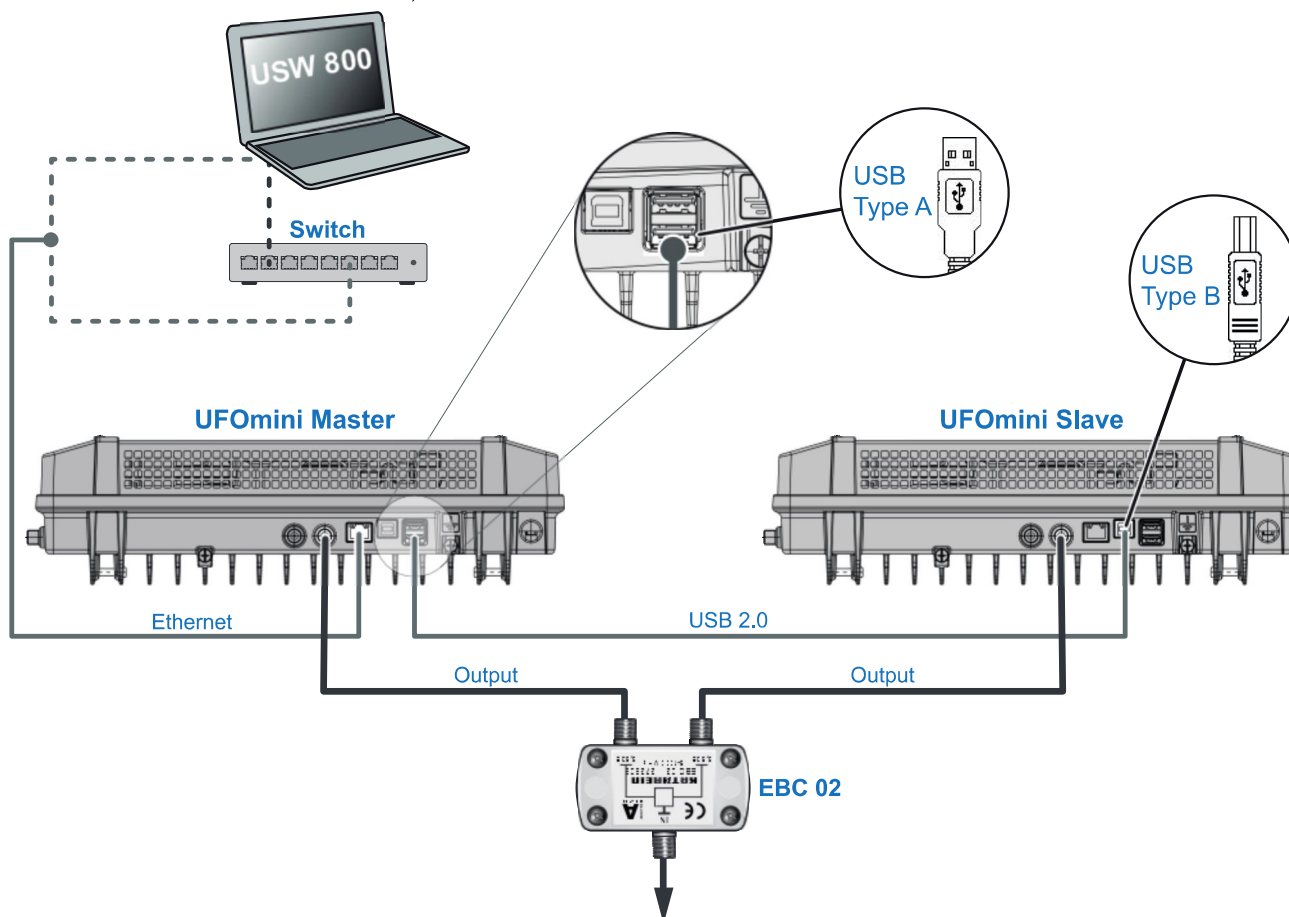

Abb. 4: Verkabelung
- Schließen Sie den Computer mit einem Ethernet-Kabel1) an die RJ45-Buchse an, bei Bedarf über einen Switch oder Router; siehe Abb. 4, S. 5. Die Kopfstelle arbeitet nun als *Master*.
- Falls eine zweite Kopfstelle vorhanden ist: Schließen Sie die zweite Kopfstelle mit einem USB 2.0-Kabel an die erste Kopfstelle an (Abb. 4). Dabei gilt: